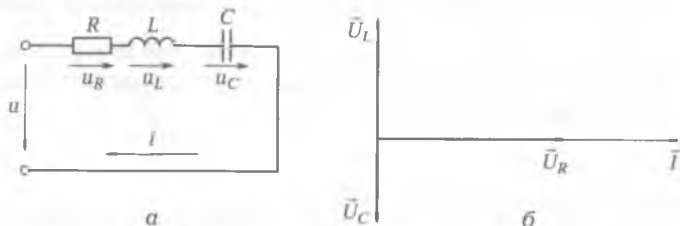

Рис. 4.10. Цепь переменного тока при резонансе напряжения:
В цепи переменного тока с активным, индуктивным и емкостным сопротивлениями, соединенными последовательно (рис. 4.10, а), может возникнуть резонанс напряжений.
Векторная диаграмма для рассматриваемой цепи при резонансе напряжения приведена на рис. 4.10, б. На векторной диаграмме видно, что напряжения на индуктивности и емкости равны, сдвинуты по фазе друг относительно друга на  $180^\circ$  и взаимно компенсируются.
1. Электрическая цепь (см. рис. 4.10, а) имеет следующие параметры:  $U = 100$  В,  $R = 10$  Ом,  $X_L = 20$  Ом. Определите напряжение на конденсаторе при резонансе.
3. При частоте 50 Гц сопротивление  $X_L$  в четыре раза меньше  $X_C$  (см. схему рис. 4.10, а). Установите, как надо изменить частоту напряжения питания, чтобы в цепи возник резонанс.